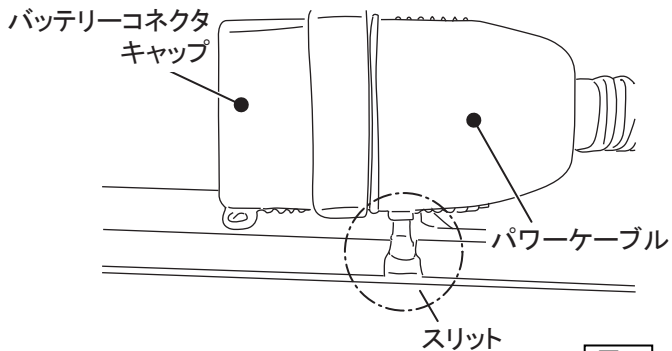

図 6
1. パワーユニットのスリットからパワーケーブル、バッテリーコネクタキャップを外します。(図6)